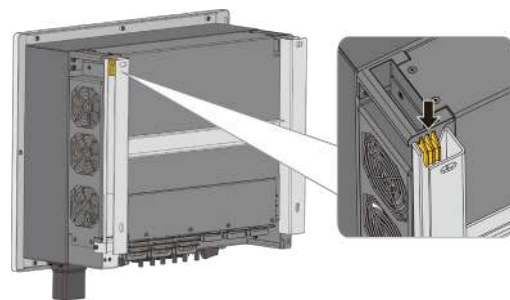

Abb. 11. Überprüfen des sicheren Sitzes des Geräts
2. Gerät auf den Montagebügel aufsetzen. Beide Seiten des Kühlkörpers prüfen, um sicherzustellen, dass dieser fest sitzt. (siehe Abb. 11).